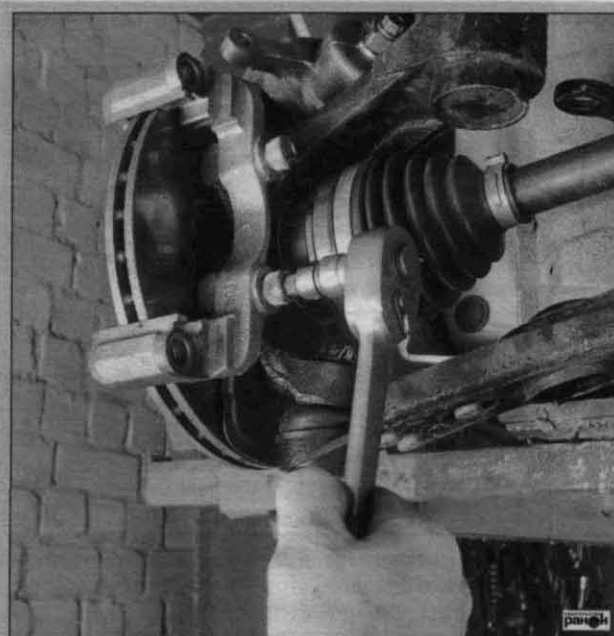

Рис. 5.8. Отворачивание винтов крепления тормозного суппорта
- отвернув винты крепления тормозного суппорта (рис. 5.8), отвести его в сторону (суппорт, чтобы не повредить тормозной шланг, необходимо подвязать к переднему рычагу);